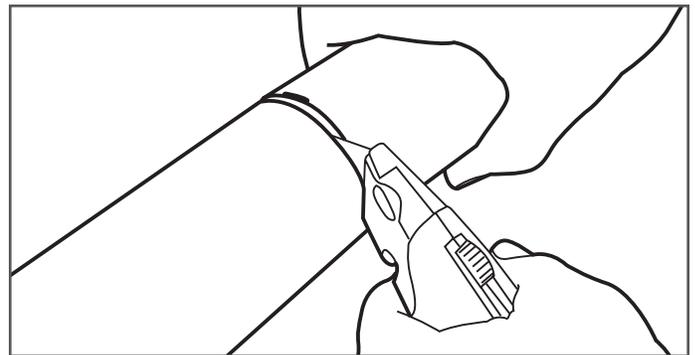

Figura 7-3
4. Termine de cortar a través del revestimiento externo con un cuchillo multiuso hasta llegar al tubo corrugado inoxidable. (Figura 7-3)